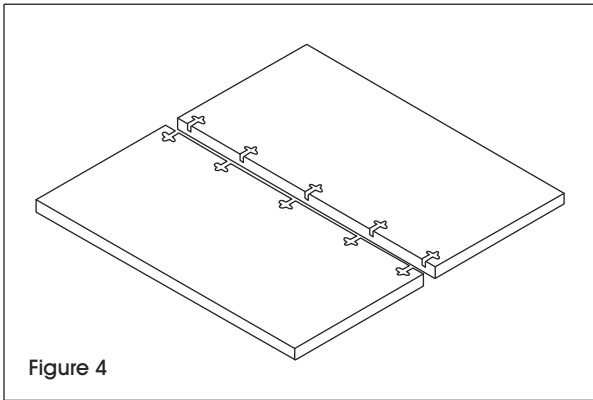

Figure 4
1. Placez les sections sur une surface lisse et non marquante pour ne pas les endommager, tout en prenant soin d'orienter les fentes d'assemblage vers le haut. (Voir Figure 4)